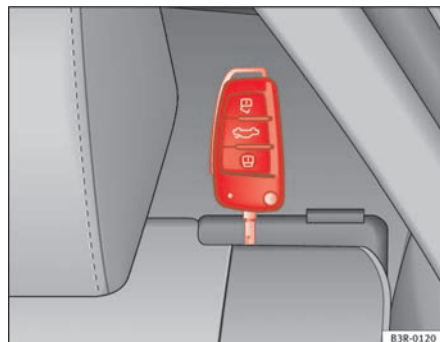

Abb. 119 Rückenlehne verriegeln
- Drehen Sie den Schlüssel im Schloss des Entriegelungshebels ⇒ Abb. 119 nach links.